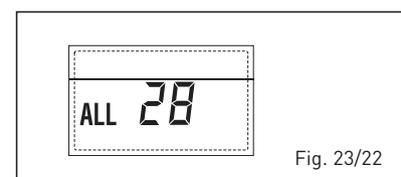

Fig. 23/22
- **ANOMALIE NUMÉRO DE CARTE ATTACHÉS "ALL 29"** (fig. 23/23)